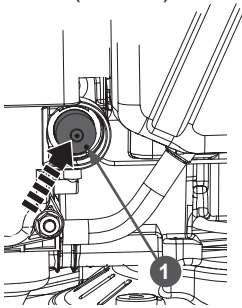

Рис. 13. Расположение ручного топливного насоса
4. Нажмите три раза на ручной топливный насос 1 (Рис. 13).